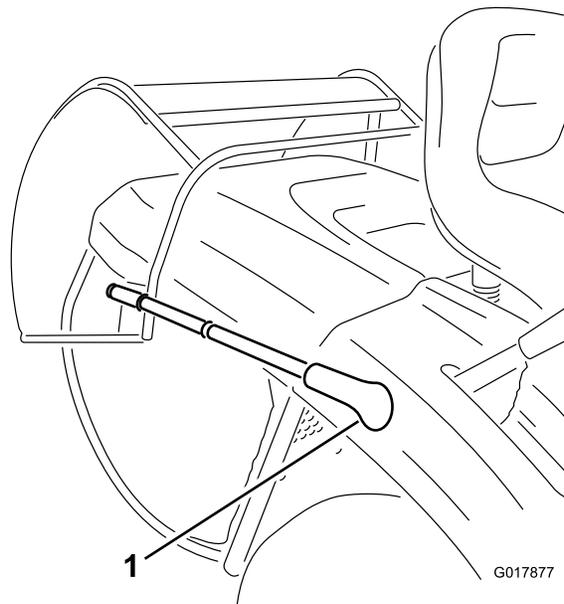

Figura 15
3. Tire de la palanca de volteo del recogedor hacia adelante para volcar el recogedor (Figura 15).